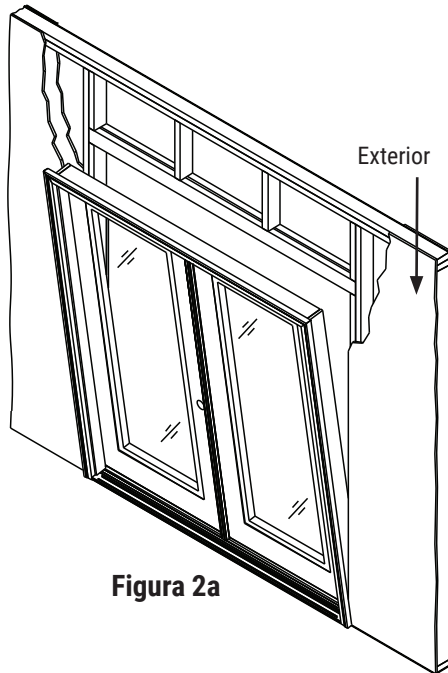

Figura 2a
**2** Desde la parte exterior, coloque la unidad de la puerta en la abertura según la **figura 2a**. Para sistemas de puertas más pesadas, obtenga la ayuda de un asistente al levantar, colocar y alinear.